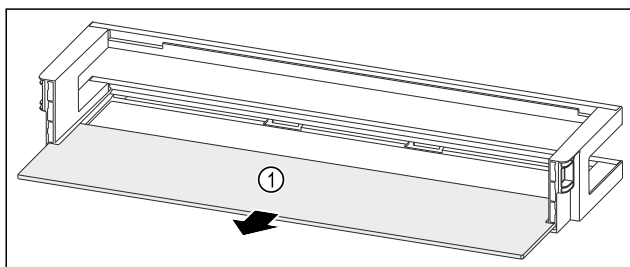

Fig. 131 Deurrek met draagplateau
- Draagplateau Fig. 131 (1) verwijderen.